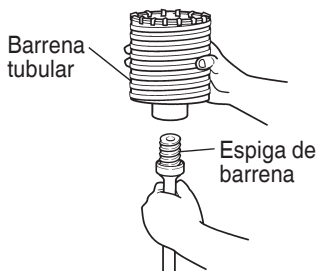

Fig. 15
- (1) Montar la barrena tubular en su espiga. (Fig. 15)